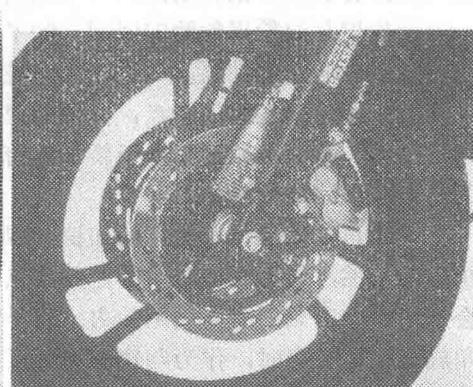

图36 铃木
- ③ 竞赛用车或汽车技术应用到普通车辆上，由一个制动分泵控制两组相对的四个活塞，因而制动力倍增，而且使用小口径薄型制动盘，其最大特点是减轻了重量(图36)。